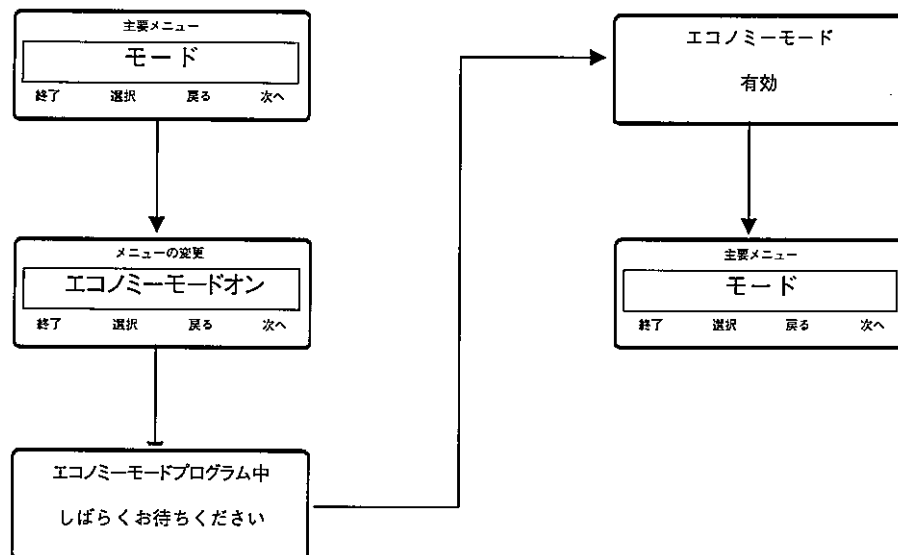
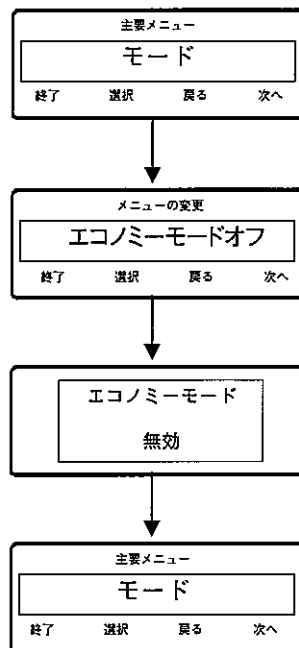

図48：エコノミー・モードの始動
図49 : エコノミー・モードの停止
4. モード・メニューに入るには、選択ソフト・キーを押します。図48および図49を参照してください。